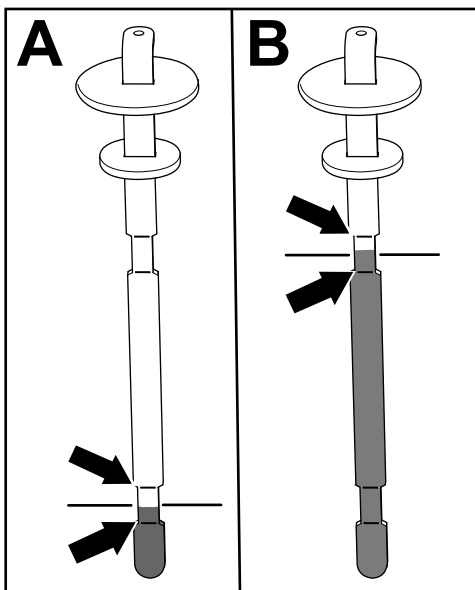

図 84
5. ディップスティックを抜いて油量を点検する **図 84**。